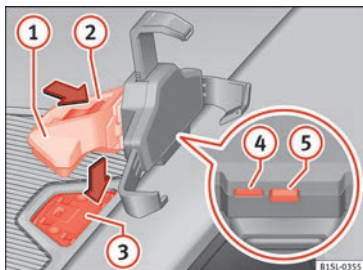

Fig. 135 Dans la console centrale : fermeture du trou pour le logement du système d'infodivertissement.
- Appuyez sur la touche de déverrouillage » fig. 135 5 jusqu'à ce que le bras supérieur du support universel se détache.
- Placez le smartphone sur les fixations inférieures. Pour régler les fixations inférieures, appuyez sur la touche » fig. 135 4.
- Maintenez le bras support » fig. 135 1 et appuyez sur la touche de déverrouillage » fig. 135 4 dans le sens de la flèche.
- Placez le bras support » fig. 135 1 sur la plaque de serrage » fig. 135 3 à partir du haut et appuyez vers le bas jusqu'à ce que vous entendiez un clic » Δ.